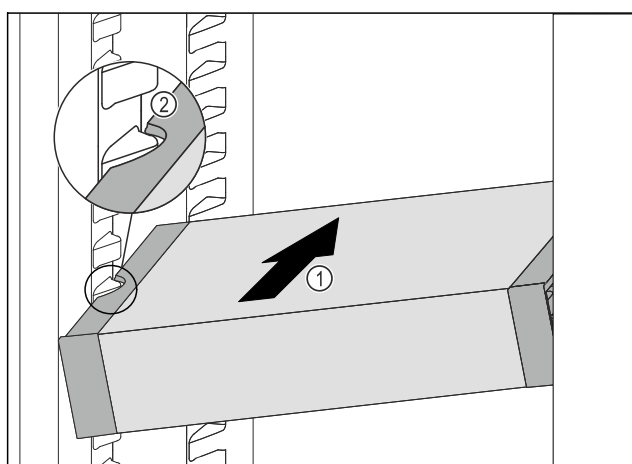

Fig. 69
- ▶ Inserire VarioSafe ad angolo nel vano frigorifero Fig. 69 (1), fino a quando le cavità laterali Fig. 69 (2) di VarioSafe non si trovano al livello della nervatura del contenitore nel vano frigorifero.